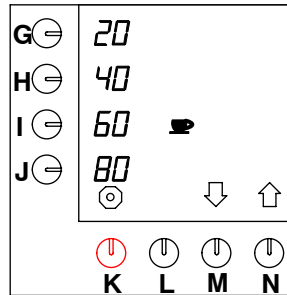

Fig. 35 Regolazione dei tasti di selezione preprogrammati per le tazze
- Premere il tasto di selezione (N.) \uparrow fino a che sullo schermo viene visualizzato quanto illustrato nella fig. 35.